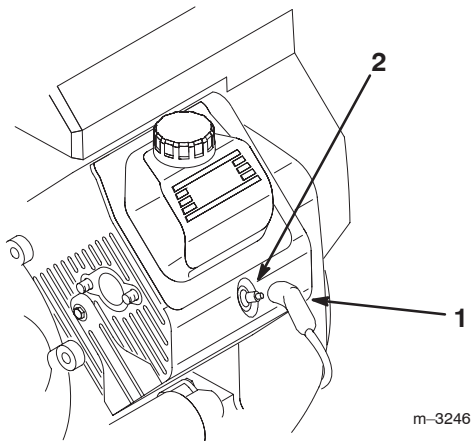

Bild 54
3. Ziehen Sie die Kerzenstecker ab (Bild 54).
3. Stecken Sie die Zündkerzenstecker wieder auf die Zündkerzen auf (Bild 54).